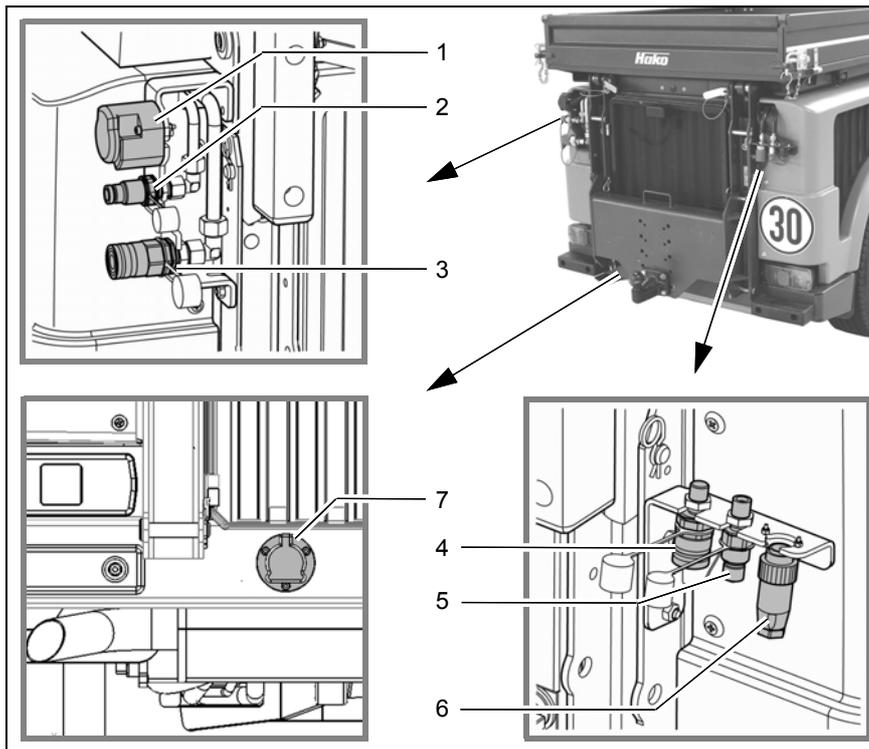

fig.24
Arrêter le moteur avant de raccorder le nettoyeur à haute pression (Fig. 24/1) !
- Contrôler le filtre d'eau propre (Fig. 24/4)
- Commuter sur le boîtier électrique la soupape d'inversion (Fig. 24/5) sur le mode nettoyeur à haute pression
- Installer le tuyau haute-pression (Fig. 24/3) entre le tuyau haute pression (Fig. 24/1) et la lance de pulvérisation (Fig. 24/2).
1. Démarrer le moteur avec le contacteur d'allumage (Fig. 24/9).
2. Mettre le levier du régulateur de vitesse (Fig. 24/7) du moteur sur la vitesse préférentielle.
3. Régler le régulateur de vitesse (Fig. 24/6) des balais sur le niveau maximum.
4. Abaisser l'équipement frontal avec la touche (Fig. 24/8) (le nettoyeur est branché).
5. Prérégler la pression de travail avec le régulateur de pression (Fig. 24/10).